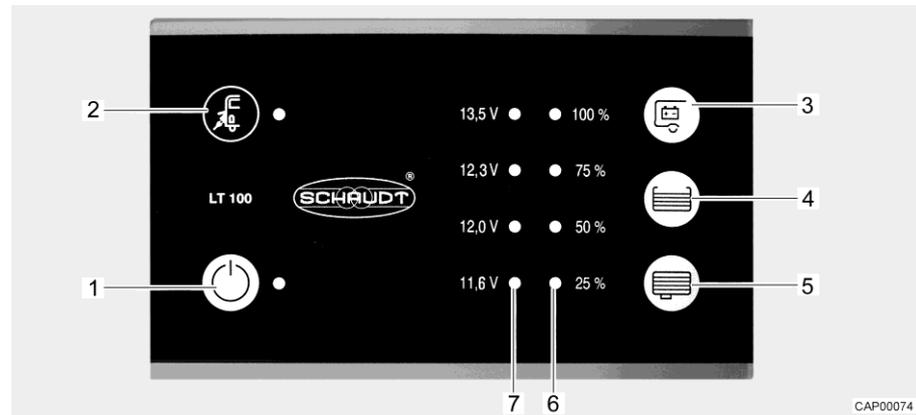

Fig. 70 Panneau de contrôle (LT 100)
La DEL jaune près du symbole de raccordement électrique "⚡" (Fig. 70,2) est allumée quand le véhicule est raccordé à une tension réseau externe. La DEL reste allumée quand le panneau de contrôle est éteint.
L'interrupteur principal 12 V (Fig. 70,1) établit ou coupe le panneau de contrôle et l'alimentation 12 V de la cellule.
- Appuyer sur l'interrupteur "⏻" (Fig. 70,1) : L'alimentation 12 V de la cellule est assurée. La DEL s'allume en vert.
- Appuyer de nouveau sur l'interrupteur "⏻" (Fig. 70,1) : L'alimentation 12 V de la cellule est coupée. La DEL s'éteint.
L'échelle DEL (Fig. 70,7) indique la tension de la batterie de cellule comme suit :
- Appuyer sur la touche "  " (Fig. 70,3) : La tension de la batterie de cellule est affichée.
L'échelle DEL (Fig. 70,6) indique le niveau de remplissage du réservoir d'eau fraîche ou de celui d'eaux usées.
Appuyer sur la touche "☰" (Fig. 70,4) : Le niveau de remplissage du réservoir d'eau fraîche est indiqué par les DEL allumées.
Appuyer sur la touche "☷" (Fig. 70,5) : Le niveau de remplissage du réservoir d'eaux usées est indiqué par les DEL allumées.